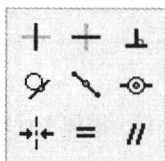
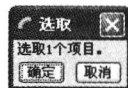

图 1-9 “约束”面板
图 1-10 “选取”提示框
Step2 单击“草绘器工具”工具栏“垂直”按钮  右侧的功能延伸按钮 ，弹出如图 1-9 所示的“约束”面板。单击任意按钮，弹出如图 1-10 所示的“选取”提示框。如果放弃选择，单击“取消”按钮即可。